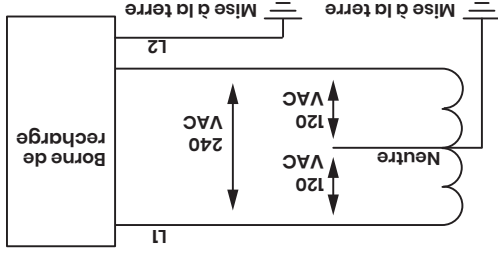
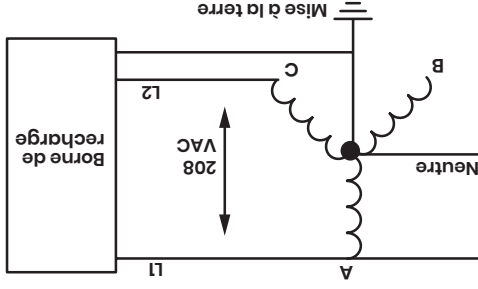

Figure 1
Figure 2
- une alimentation de type «monophasée» 120/240 VAC (figure 1) ou «triphaseée» 120/208 VAC (figure 2)